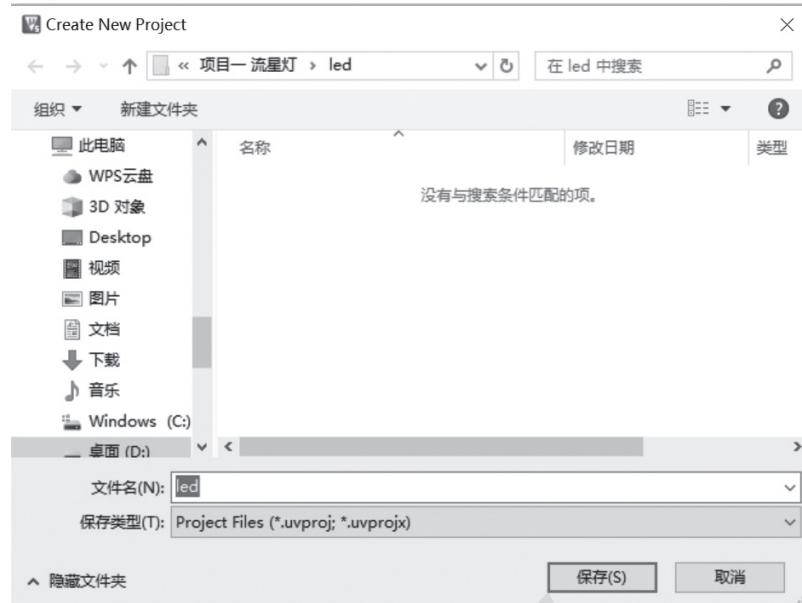

图 1-1-10 新建 Keil C51 工程
(2) 第二步：新建工程。执行 Keil C51 软件的菜单“Project | New μVision Project...”，弹出一个名为“Create New Project”的对话框。先选择一个合适的文件夹来存放工程文件，如“D:\项目一流星灯\led”，其中“led”是新建的文件夹。最后，为工程取名为“led”，并保存。如图 1-1-10 所示。